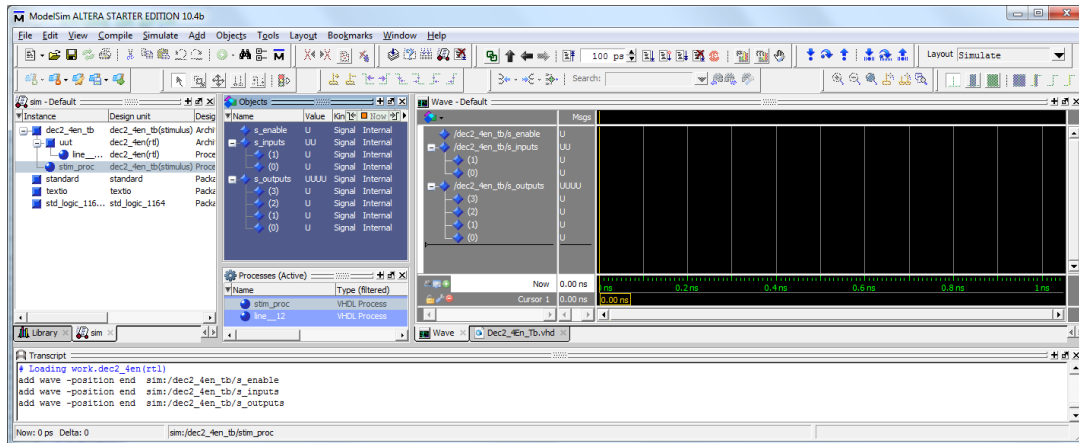

Figura 6 – Sinais **s\_enable**, **s\_inputs** e **s\_outputs** adicionados à janela “Wave”.
10. Adicione à janela “Wave” (por *drag-and-drop* da janela “Objects”) os sinais da *testbench* ligados aos portos da entidade a simular (**s\_enable**, **s\_inputs** e **s\_outputs**) conforme ilustrado na Figura 6.